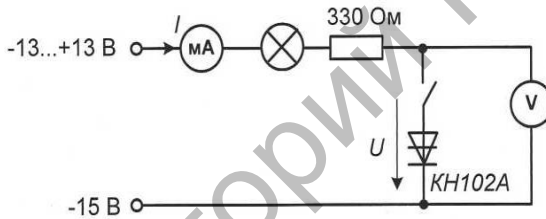

Рисунок 5.30
- Соберите цепь для снятия вольтамперной характеристики динистора согласно схеме (рис. 5.30).